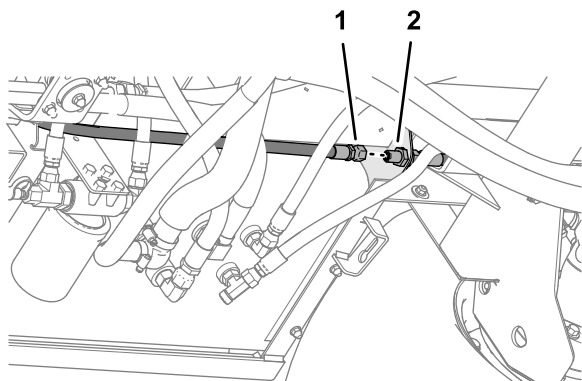

Figura 63
2. Desconecte la manguera de presión delantera del distribuidor de elevación de los brazos del pasamuros del extremo trasero del depósito hidráulico (Figura 63).